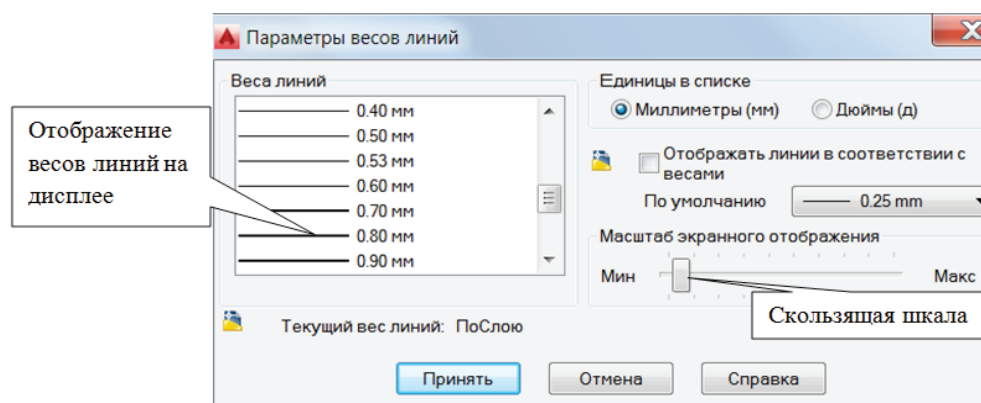

Рис. 1.4.5. Диалоговое окно **Параметры весов линий**
- кнопка **Вес линий...** вкладки **Пользовательские** диалогового окна **Параметры** позволяют настраивать экранное отображение веса линий на дисплее. Щелчком по кнопке **Вес линии** ЛКМ. Открывается диалоговое окно **Параметры весов линий** (рис. 1.4.5). Можно выполнять настройку масштаба экранного отображения весов линий, двигая скользящую шкалу ЛКМ. На вкладке **Модель файла** чертежа веса линий отображаются в пикселях. Толщина отображения весов
линий устанавливается пропорционально их точным значениям, с которыми они выводятся на печать. Толщина образцов весов линий в списке **Веса линий** (см. рис. 1.4.5) отражает текущее положение указателя скользящей шкалы. Двигая скользящую шкалу **ЛКМ**, настройте отображение весов линий так, чтобы на дисплее толстой отображалась линия с толщиной 0,6–0,8 мм.